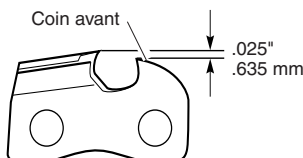

Figure 24 - Arrondir le coin avant du limiteur de profondeur
3. Retirer l'outil. Avec la lime plate, arrondir le coin avant du limiteur de profondeur. (voir la Figure 24.)